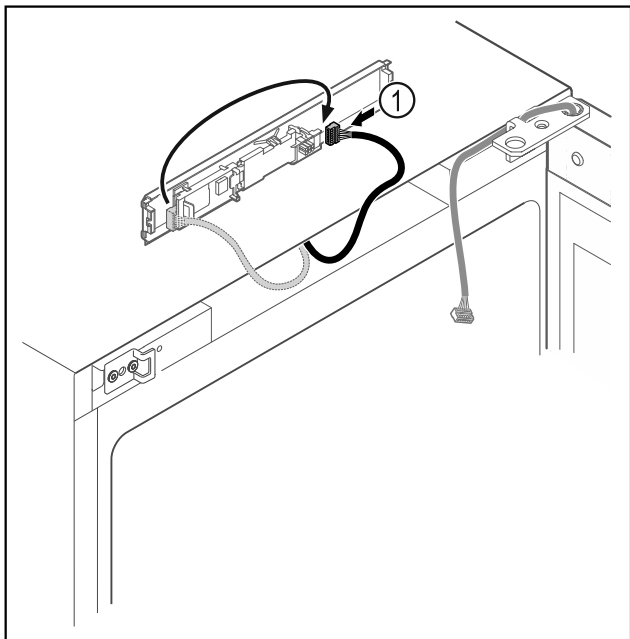

Fig. 11
- Enchufar el conector Fig. 11 (1) en otra posición en la platina.